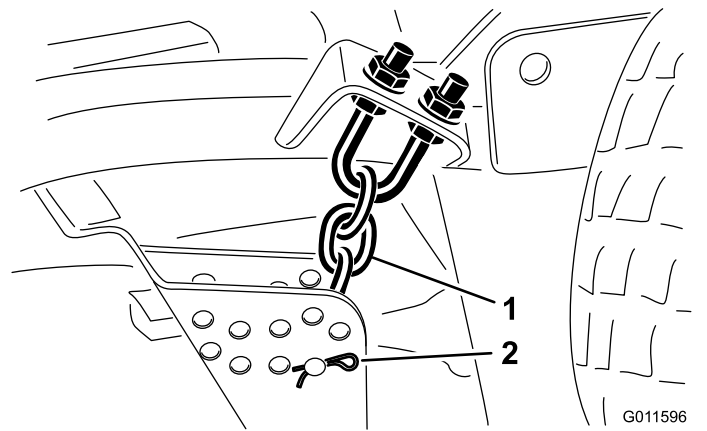

Figura 21
8. Retire el pasador de horquilla y el pasador que fijan las cadenas de ajuste de la altura de corte a la parte trasera de la carcasa de corte (Figura 21).